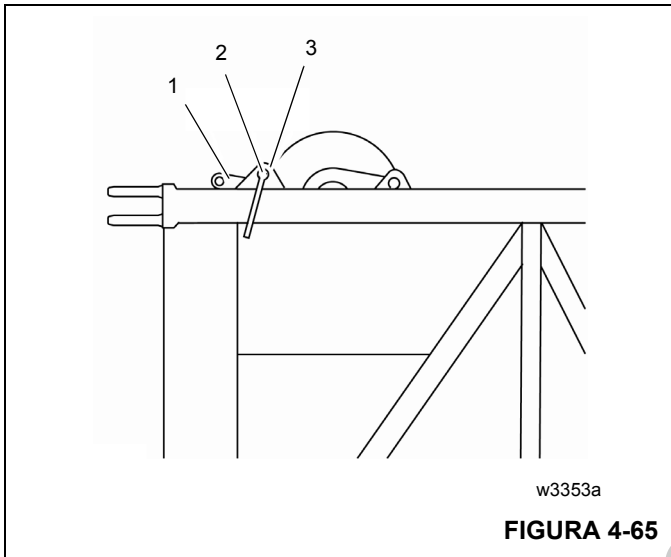

FIGURA 4-65
1. Segure a polia defletora pela escora (1) e remova o pino (3) do furo (2) (Figura 4-65).
3. Insira o pino no furo (3) e prenda-o com um grampo de retenção.